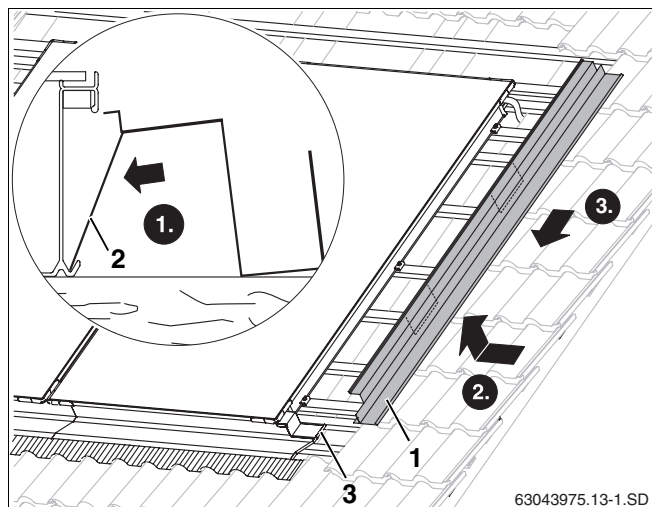

Fig. 47 Montaje de la chapa protectora lateral derecha
- ▶ Debe colocar las chapas de retención (fig. 47, **pos. 2**) en el borde inferior del colector.
- ▶ Introduzca las chapas protectoras situadas a la derecha y a la izquierda (fig. 47, **pos. 1**) con los bordes hacia arriba en la empuñadura del colector y deslícelas sobre la chapa protectora inferior.
- ▶ Presione la unión por solapamiento de ambas chapas para fijarlas (fig. 47, **pos. 3**).